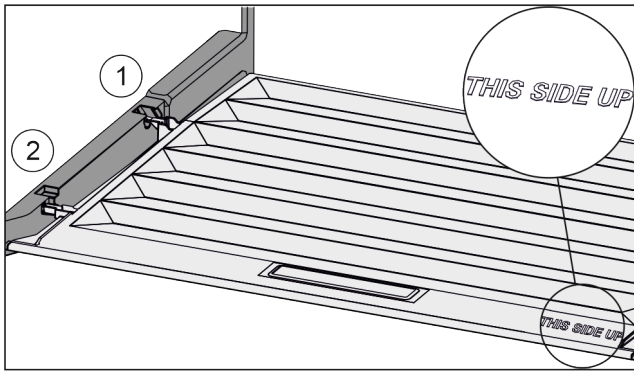

Fig. 46
- ▶ Пъхнете шийките на капака през отвора в задния държач Fig. 46 (1) и фиксирайте отпред в държача Fig. 46 (2).